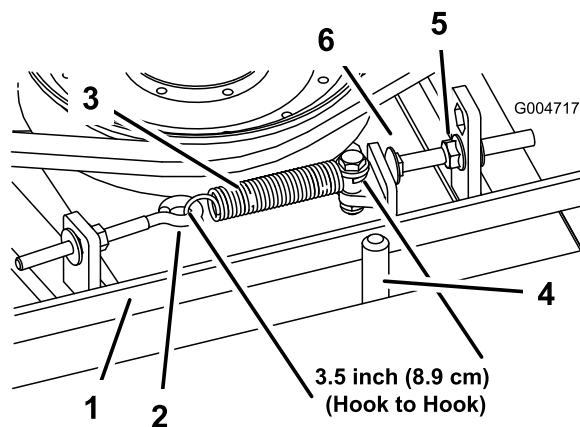

Figura 99
Cuando está correctamente tensado, la longitud en el interior del muelle de extensión (entre ganchos) debe ser de 8,3 cm a 9,5 cm aproximadamente. Una vez que haya obtenido la tensión correcta del muelle, ajuste el perno de tope (perno de cuello cuadrado) hasta que quede aproximadamente 2–5 mm de holgura entre la cabeza del perno y el brazo tensor (Figura 99).
Nota: Asegúrese de que la correa está colocada en el lado del muelle de la guía de la correa (Figura 99).
2. Afloje el perno de ojal para poder retirar el muelle de extensión (Figura 99).
3. Afloje la tuerca con arandela prensada que fija el perno de tope a la pestaña de montaje, y aparte la polea tensora de la correa para aliviar la tensión de la correa (Figura 99).
9. Conecte el muelle de extensión (Figura 99) al perno de ojal y tense la correa de la siguiente manera: